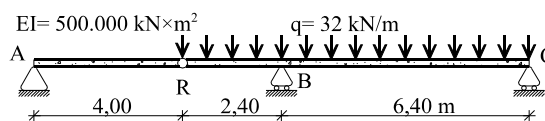

Figura 8
8) Para la viga de dos vanos con rótula en *R* de la figura 8, se pide: